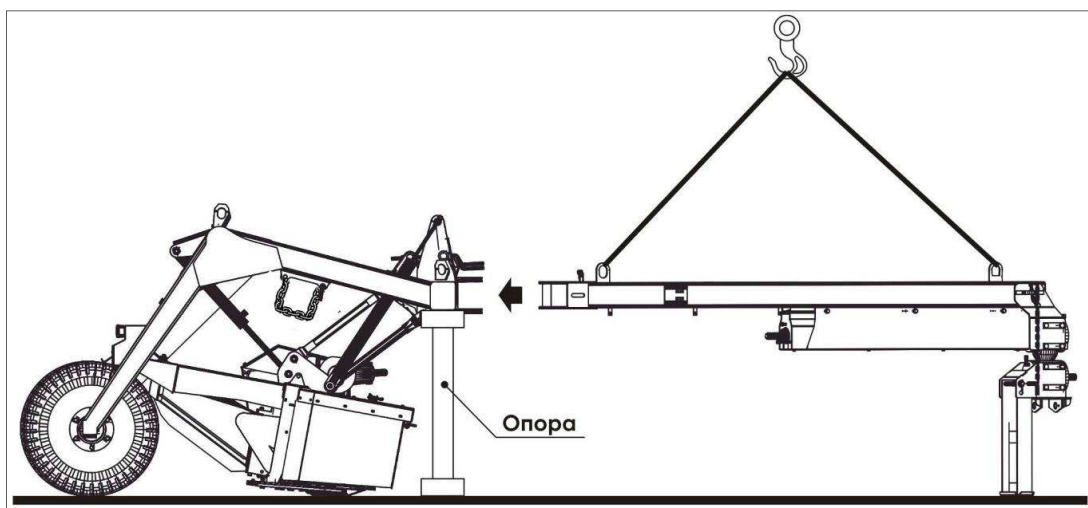

Рисунок 5.1 - Досборка косилки
2) Поднять косилку грузоподъёмным устройством. Установить и закрепить ходовые колеса на раме косилки. Транспортные опоры 7 (рисунок 2.3) следует снять. При необходимости допускается транспортные опоры установить на те же кронштейны. Опустить косилку на поверхность площадки, предварительно подставив под раму подставку такой высоты, чтобы плоскость кронштейна для присоединения снлицы была параллельна поверхности земли (рисунок 5.1). Накачать шины ходовых колес до давления 0,3 МПа. Застопорить косилку от продольного перемещения башмаками, прилагаемыми к машине, подставив их под ходовые колеса с разных сторон;
3) Застропить сницу. С помощью грузоподъёмного устройства завести сницу в кронштейн рамы косилки (рисунок 5.1). Совместить отверстия кронштейна и снлицы. Зафиксировать сницу;